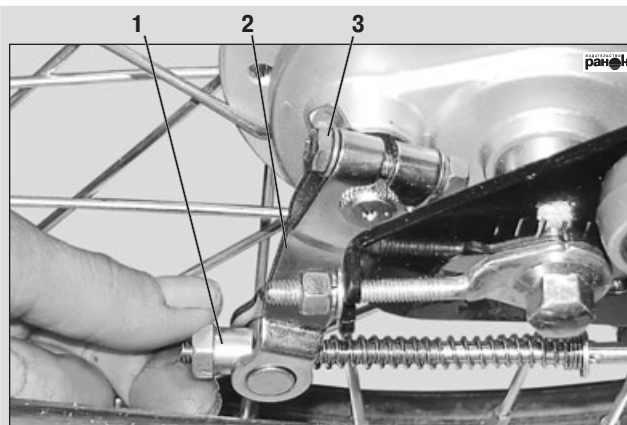

Рис. 34. Регулировка заднего тормоза: 1 — регулировочная гайка; 2 — тормозной рычаг; 3 — гайка тормозного рычага заднего колеса
- отрегулировать свободный ход педали заднего тормоза (для уменьшения свободного хода нужно вращать регулировочную гайку 1 (рис. 34) по часовой стрелке, а для увеличения свободного хода – против часовой стрелки);
Отрегулировать задний тормоз можно переставив на 1–2 шлица тормозной рычаг 2 (рис. 34).